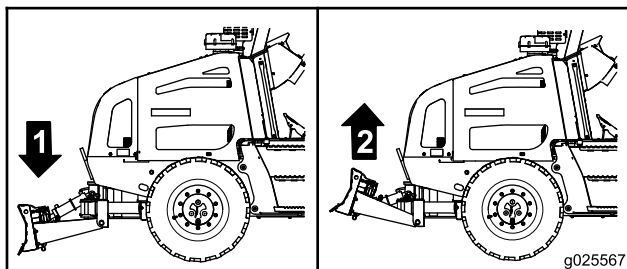

Figure 55
- Pour abaisser la lame de remblayage : poussez le levier multifonction en avant (Figure 55).
- Pour soulever la lame de remblayage : tirez le levier multifonction en arrière (Figure 55).